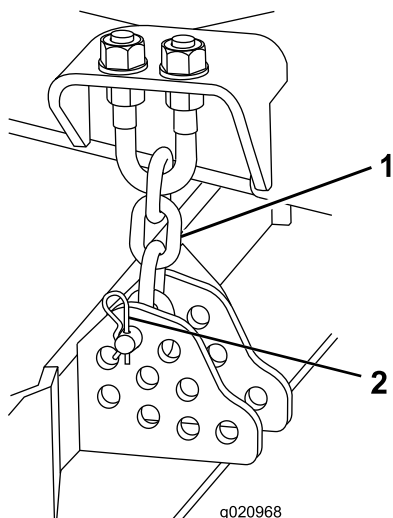

Figure 19
- Enlevez la goupille fendue et l'axe de chape qui fixent les chaînes de hauteur de coupe à l'arrière du plateau (Figure 19).